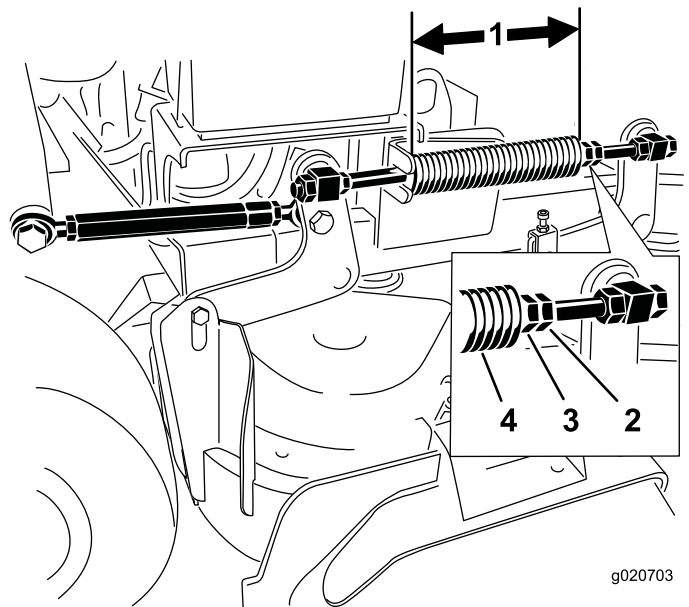

Figura 88
Nota: La longitud nominal es de 28,2 cm para carcassas de corte de 91 cm y de 25,7 cm para carcassas de corte de 102 cm (Figura 88).
3. Ajuste esta distancia aflojando la contratuerca elástica y girando la tuerca que está delante de cada muelle (Figura 88).
4. Fije la tuerca en la posición deseada apretando la contratuerca elástica (Figura 88).